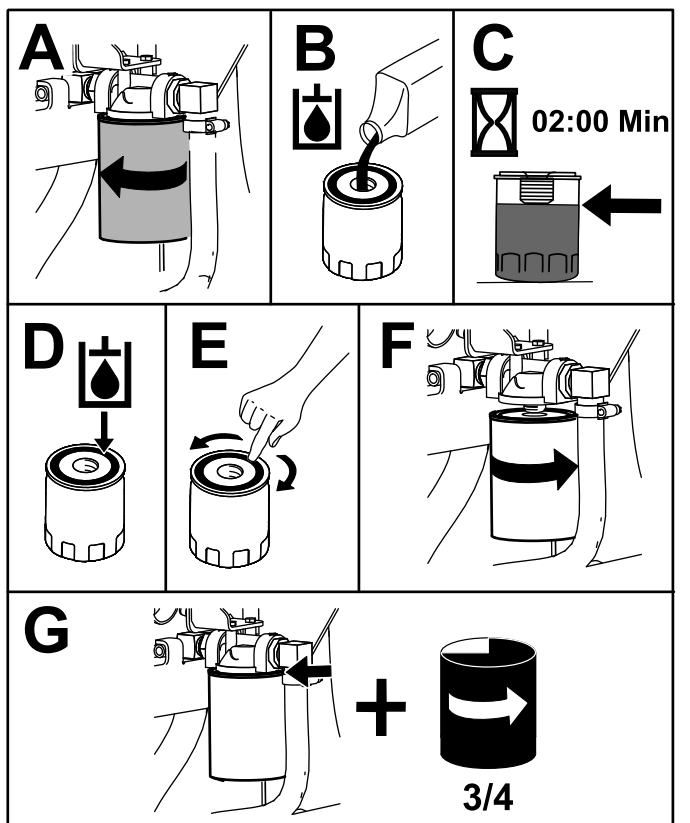

Figura 72
4. Coloque um recipiente de escoamento debaixo do filtro e substitua o filtro (Figura 72).